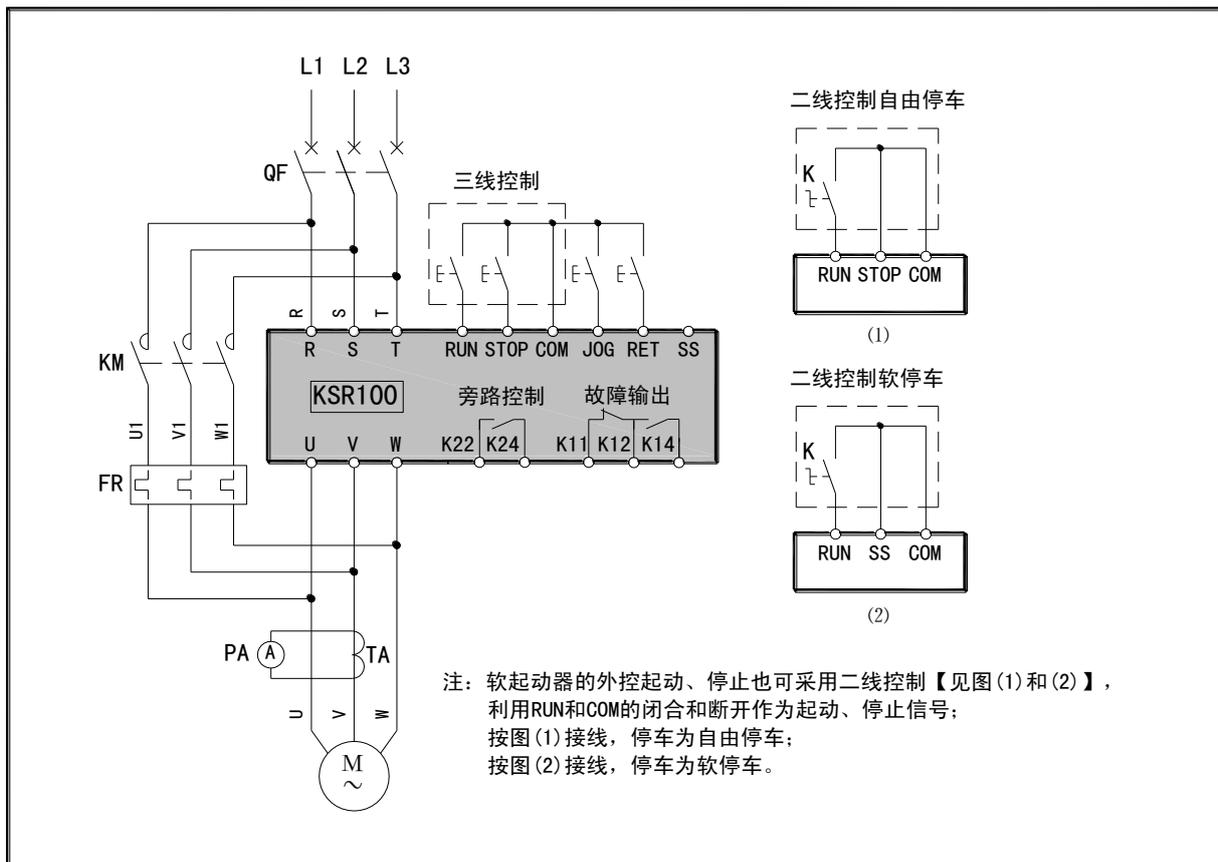

图 5-2
- KSR 系列 100 型软起动器在起动完成后无在线运行功能，使用时必须配接旁路接触器 KM，详见图 5-2。
- KSR 系列 100 型软起动器在起动完成并旁路接触器投入运行后，仅具备输入电压缺相保护功能，所以在使用时，电机侧必须加装热继电器 FR 或电机保护器来实现对电机的保护，详见图 5-2。
- KSR 系列 100 型软起动器外部起动、停车控制有两种接线方式，即三线控制接线及两线控制接线，详见图 5-2。
★ 表示外控有两种接线方式, 详见基本接线图 5-2。
- ① 应根据负载的特性选择合适的起动模式。
- ② 为保证电机的起动效果，斜坡初始电压不可设置过高，一般情况下设置为 25%~50% 范围内。
- ③ 电压的百分比是指即时引入电网电压的百分比。
- ④ 电流的百分比是指当前额定电流的百分比（即 C 项功能对应的电流值）。
- ⑤ 当起停方式被设置为 3（键盘盒外控均有效），而外控连接为两线控制方式时（详见第 8 页图 5-2），键盘起动（RUN）键和（STOP）键无效